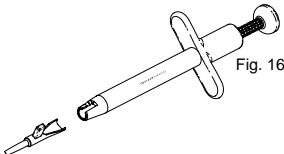

Fig. 16
1. Skyv patronen inn i fronten av injektoren og smekk den vertikale fliken fast i posisjon. (Fig. 16 og 17)